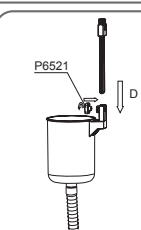

Fig. 9 / Abb. 9 / Kuva. 9 / EIK. 9 / Pnc. 9 / Rys. 9. Ábra
provided screw (P6521). (See Fig. 9)
3. Conecte o gancho da estrutura montado ao corpo do skimmer e aperte-o com o parafuso fornecido (P6521). (Veja Fig. 9)
3. Conecte el gancho montado al cuerpo del skimmer ajustándolo con el tornillo incluido (P6521). (Veja Fig. 9)
3. Bringen Sie den zusammengebauten Rahmenhaken am Skimmergehäuse an und ziehen Sie ihn mit der mitgelieferten Schraube (P6521) fest. (Siehe Abb. 9)
3. Maak de geassembleerde framehaak vast aan de skimmer en zet vast met de schroeven (P6521). (Zie Fig. 9)
3. Fissare il gancio montato al corpo dello skimmer stringendolo con la vite fornita (P6521). (Vedere Fig. 9)
3. Fixez le crochet assemblé sur le corps du dépollueur et serrez-le à l'aide de la vis fournie (P6521). (Voir Fig. 9)
3. Прикрепите собранный крючок к корпусу скиммера и затяните крепление винтом (P6521). (См. Рис. 9)
3. Przyłącz zmontowany hak konstrukcyjny do korpusu skimmera i przymocuj go za pomocą docelowanego wkrętu (P6521). (Patrz Rys. 9)
3. Sätt fast den monterade kantrocken på skimmerstommen och fäst med den medföljande skruven (P6521). (Se Fig. 9)